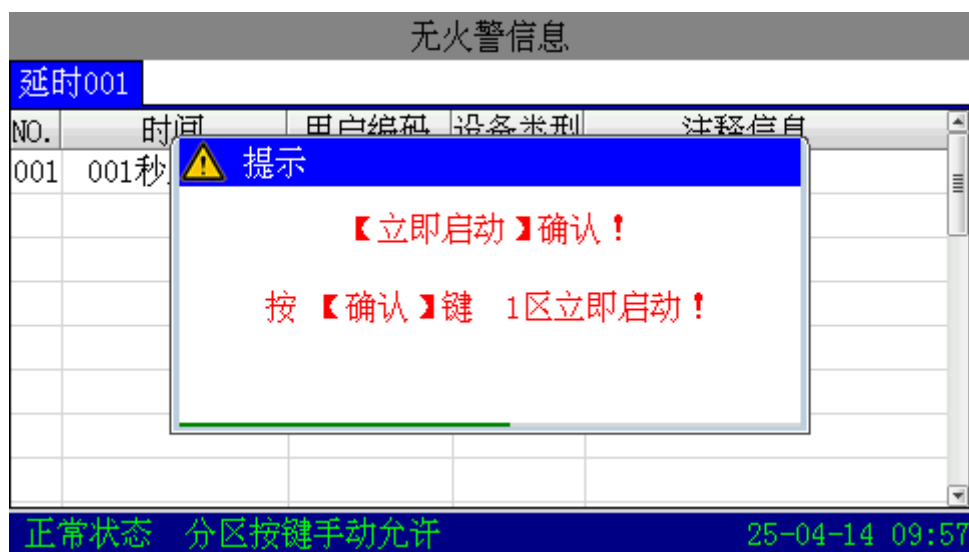

图7-34
- QKPH 液晶屏提示图7-34所示的信息界面，根据提示按下 QKPH 面板【确认】键立即启动。